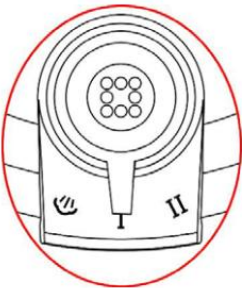

Fig.7
3. Equipamento para ajustar a válvula limitadora de pressão, regulando a pressão de trabalho muito fácil. (Fig. 7), a posição do degrau de baixa pressão)